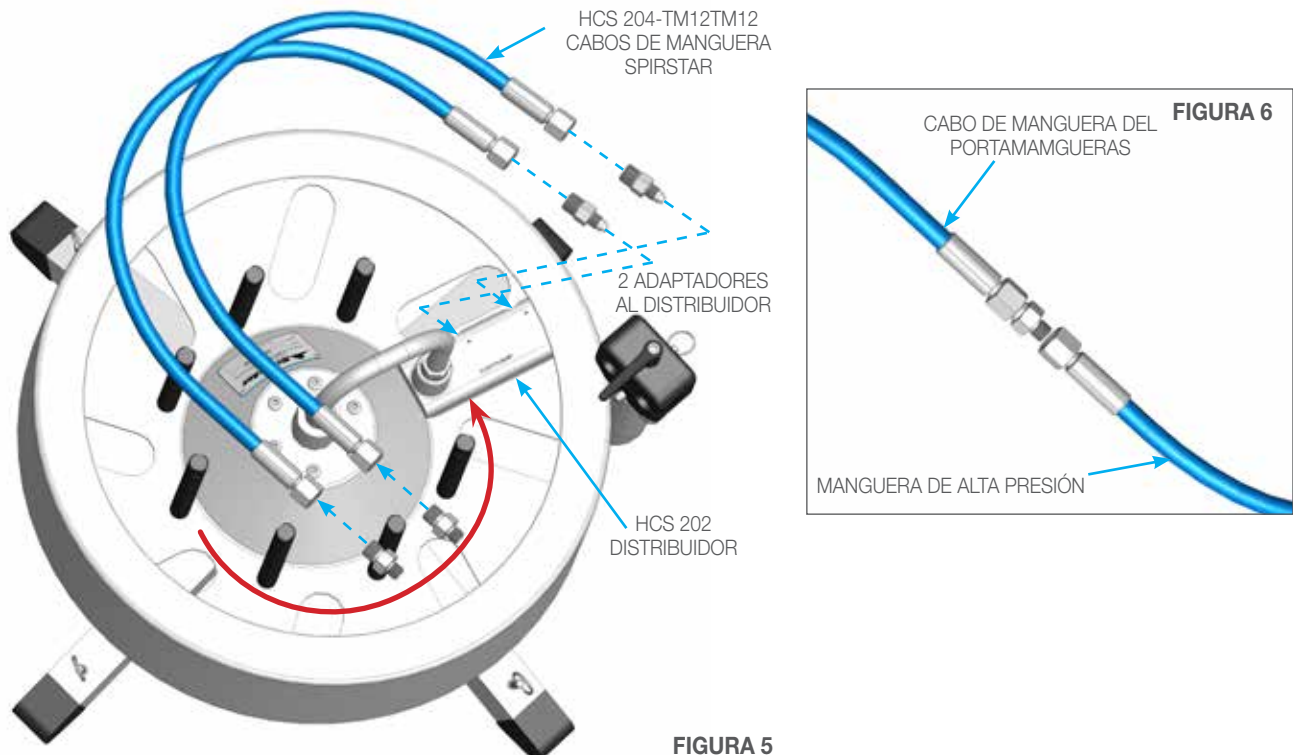

FIGURA 5
1. Enrosque un par de adaptadores de manguera en el distribuidor HCS 202 y el otro par en los extremos de los cabos de manguera. Enrosque los extremos hembras de los cabos de manguera en los adaptadores que están instalados en el distribuidor. (**Figura 5**)
2. Enrosque las mangueras de alta presión en los extremos de los cabos de manguera (**Figura 6**) y siga extendiendo el resto alrededor de las varillas, en dirección de la flecha roja. (**Figura 5**)